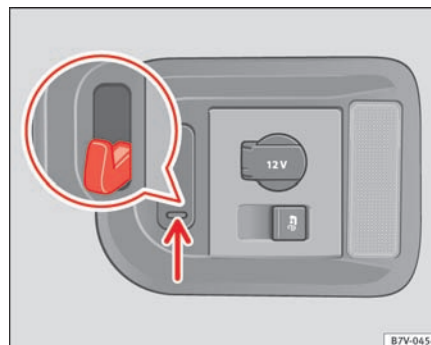

Fig. 99 I bagagerummet: taskekrog
I højre side af bagagerummet kan der sidde en taskekrog, der kan klappes ned ⇒ Fig. 99, og som du kan hænge lette indkøbsposer på.
- Tryk nederst på taskekroge ⇒ Fig. 99 (pil), og klap den ud.